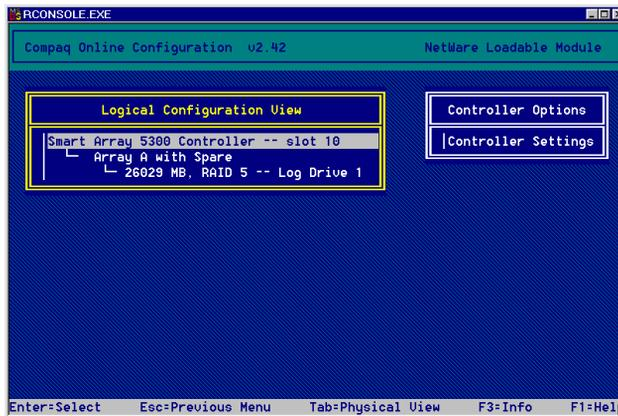

Figura 7-22: Pantalla principal de la configuración manual
- Si las unidades lógicas se encuentran en el Controlador, se mostrará la pantalla de configuración manual (consulte la Figura 7-22).